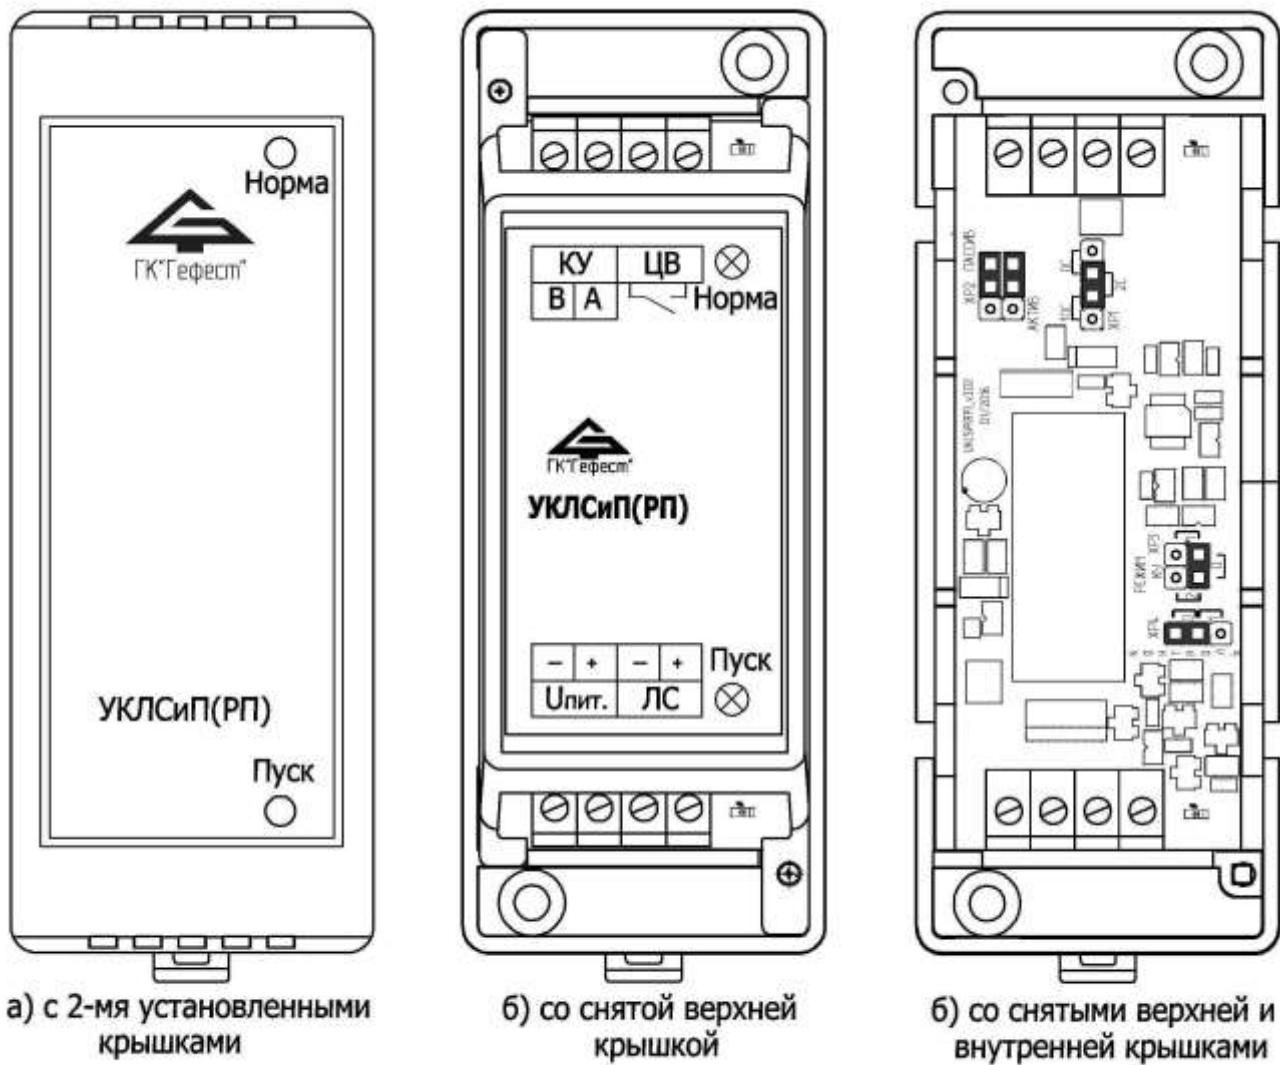

Рис. 1 Внешний вид УКЛСиП(РП)
3.1 Конструктивно УКЛСиП(РП) выполнено в виде блока с двумя съемными крышками (см. Рис. 1). Клеммы предназначены для подключения до 2-х проводников общей площадью сечения не более $1,5 \text{ мм}^2$.
УКЛСиП(РП) поставляют с джамперами, установленными на штыревых линейках ХР1 – ХР4 в положении, указанном на Рис. 1-б, возможные варианты установки джамперов приведены на Рис.2.
Внешний вид УКЛСиП(РП) представлен на Рис. 1.